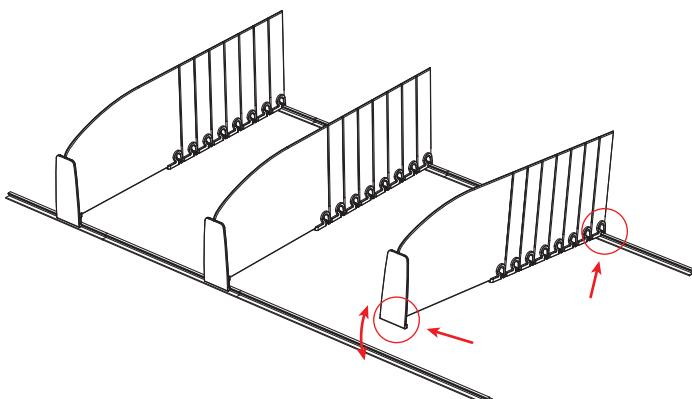

Рис. 2
- Придерживая рукой в помеченных красным точках (см. рис. 2), сильным и плавным движением сверху вниз защелкните клипсу фиксатора на направляющей профиле.